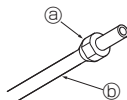

Fig. 5-5
5.2.3. Mettre l'écrou en place (Fig. 5-5)